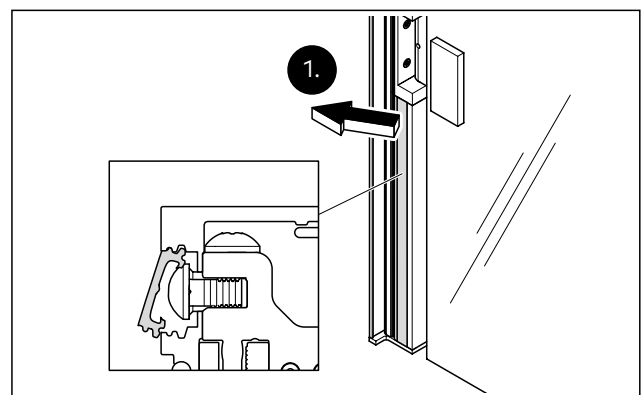

Abb. 8 Die Dichtung des Deckprofils der Zarge demontieren
1. Die Dichtung des unteren Deckprofils der Zarge unter dem Türband demontieren (Abb. 8).